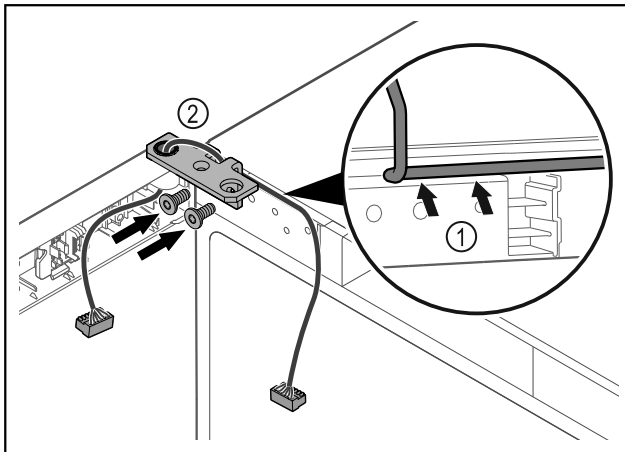

Fig. 63
- Vie kaapeli saranakulman aukon läpi ja aseta se varovasti paikalleen Fig. 63 (1).
- Kiinnitä saranakulma Fig. 63 (2) ruuveilla paikalleen.